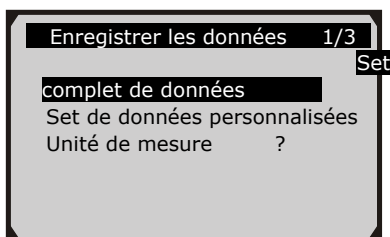

Figure 5.20
- 1) Pour enregistrer des données personnalisées, utilisez le bouton de navigation **HAUT/BAS** pour sélectionner **Set des données personnalisées** du menu **Enregistrer les données** et appuyez sur le bouton **OK**. (Figure 5.20)